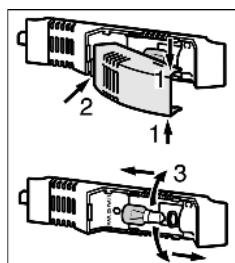

Fig. 13
- Возьмитесь за крышку лампы сверху и снизу Fig. 13 (1).
- Выведите крышку лампы сзади из зацепления и снимите Fig. 13 (2).
- Замените лампу накаливания Fig. 13 (3).